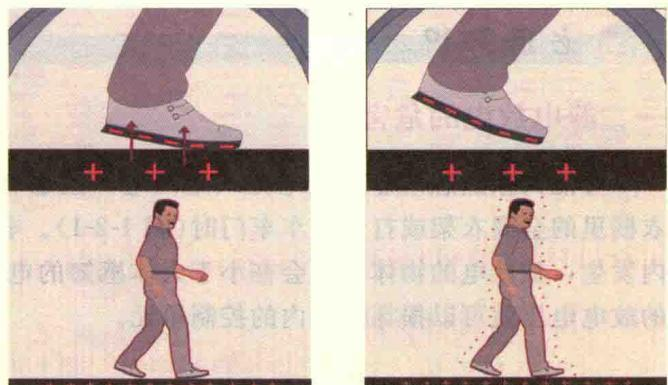

图 1-1-4 摩擦产生静电原理示意图
**思考：**如图 1-1-4 所示，一个机修工在车间里会做大量的运动，请看图分析他在运动过程中静电产生的过程。